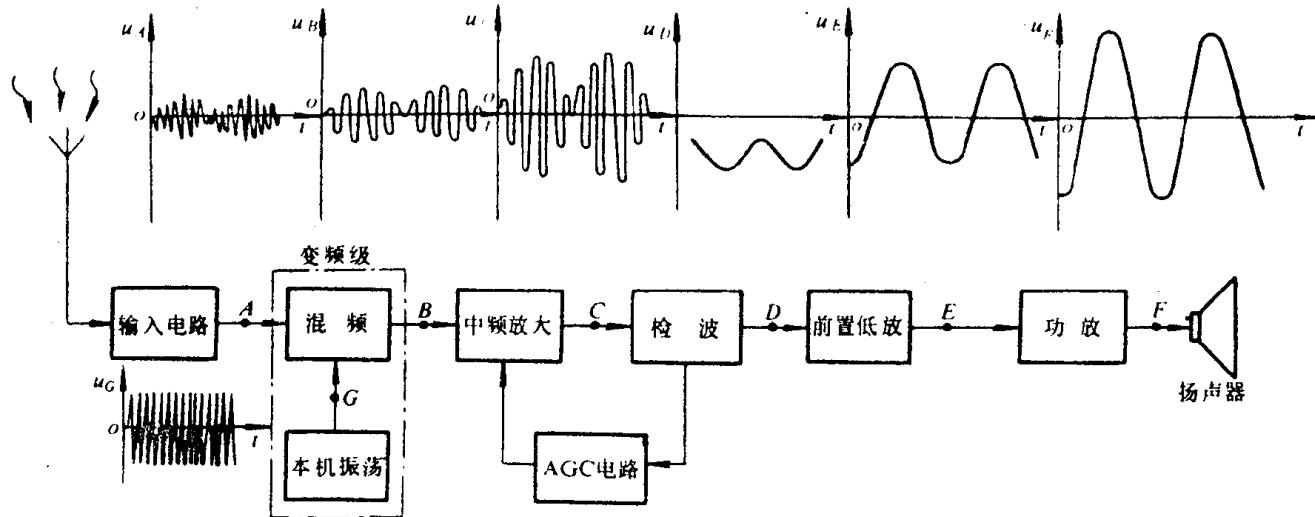

图 1-4 超外差式收音机方框图及各部分的波形图
一般超外差式收音机由接收天线、输入回路、变频级、中频放大级、检波及自动增益控制电路、低频放大级及功率放大级组成。其结构方框图如图 1-4 所示。
经自动增益控制的音频信号经低频放大及功率放大后，送给扬声器还原成声音。以上工作原理参见图1-4。
7. 什么叫“超外差式”？它有什么优点？参照图1-4简述超外差式收音机的基本工作过程。